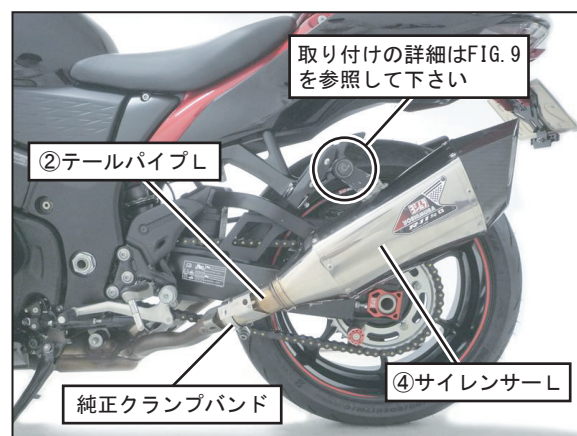

FIG. 10
10. 手順9で組み立てた左側マフラーを車両に取り付け、純正クランプバンドを仮締めして下さい。（FIG. 10参照）
- 1 1. ⑥サイレンサーステーLを車両左側のタンデムステップブラケットのサイレンサー取り付け位置に合わせ、純正ボルト、純正ワッシャ、純正ナットを使用して仮締めして下さい。(FIG. 10, 11参照)